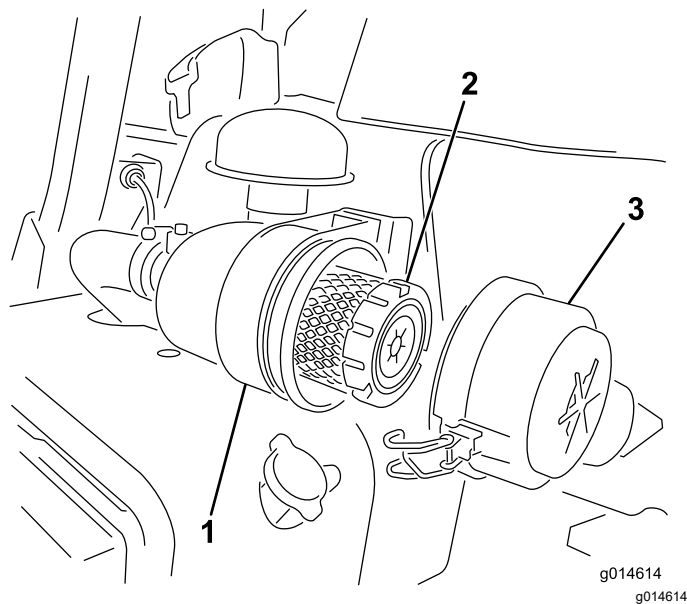

Figure 31
1. Desserrez les attaches qui fixent le couvercle sur le boîtier du filtre à air (Figure 31).
7. Fermez les verrous (Figure 31).